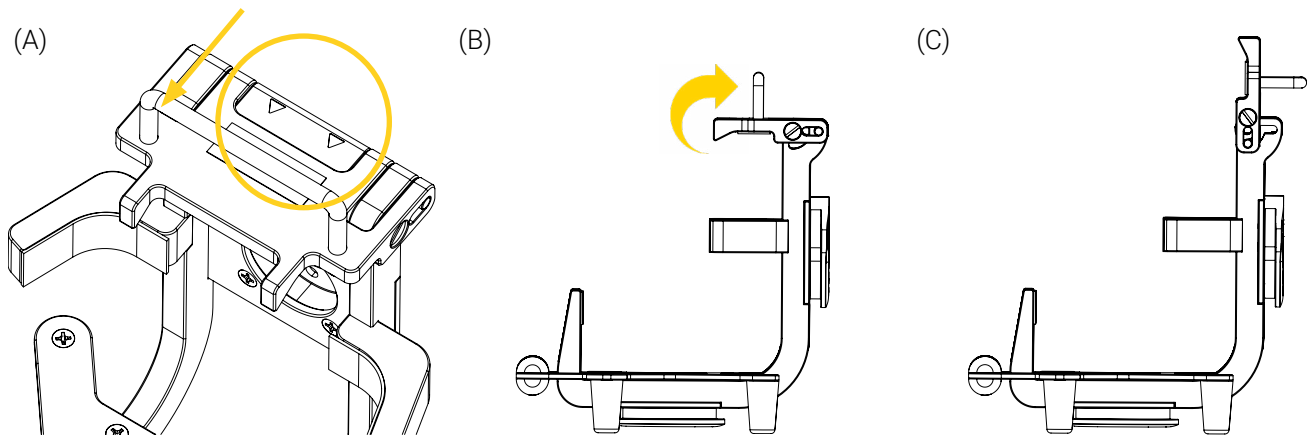

Figure 5: Déverrouillage et ouverture du support de fixation
1. Appuyer et maintenir enfoncé le bouton à déclenchement rapide du support de fixation (Figure 5 A), puis basculer le dessus vers l'arrière (Figure 5 B et Figure 5 C).